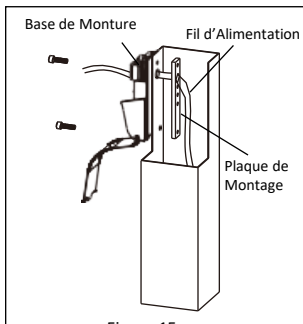

Figure 15
1. Installez la base de montage sur le poteau à l'aide de la plaque de montage. Faites ensuite passer le fil d'alimentation à travers la plaque de montage et la base de montage. **Reportez-vous à la Figure 15.**